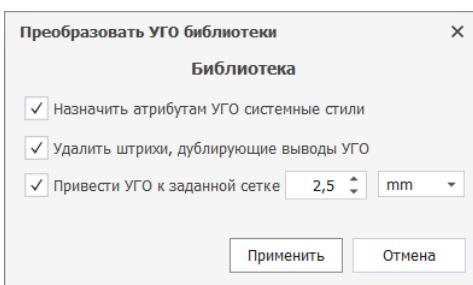

Рис. 12 Окно «Преобразовать УГО библиотеки»
3. В окне «Преобразовать УГО библиотеки» при необходимости изменить установки по умолчанию в форме, см. Рис. 12.